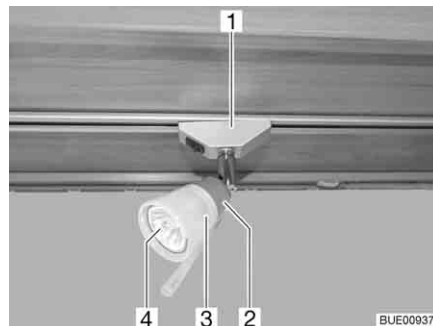

Fig. 270 Faretto alogeno (mobile)
- Ruotare il faretto alogeno (Fig. 270,1) di 90° e toglierlo dalla rotaia.
- Svitare il paralume (Fig. 270,3) in senso antiorario.
- Sfilare con attenzione il paralume con lampada alogena a incandescenza (Fig. 270,4) dal supporto (Fig. 270,2).